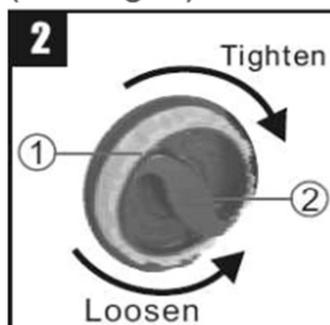

Fig. 3
La motosega è dotata di un sistema SDS per montarla e regolare rapidamente la tensione della catena. L'anello esterno (parte 1) regola la tensione della catena e la vite interna regola la tensione della barra. Girare la vite interna (parte 2) del SDS in senso orario per aprire la catena. (Vedere Fig. 3)
Attenzione: Quando il taglio di abbattimento (D) si avvicina alla cerniera (F), l'albero dovrebbe iniziare a cadere. Rimuovere la sega dal taglio, spegnere la motosega, lasciarla e lasciare l'area passando per la via di ritirata (Fig. 3).